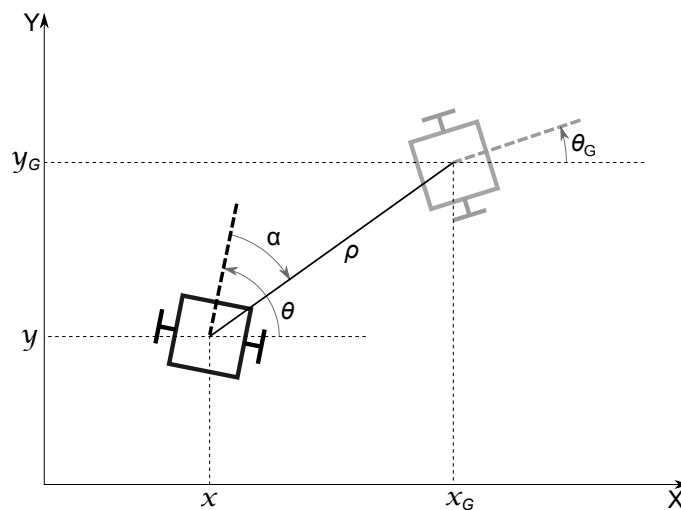

FIGURE 1 – Contrôle d'un unicycle vers une pose.
Dans ce premier exercice, vous devez écrire un contrôleur PID qui guide un unicycle vers une pose fixée (figure 1). Le modèle unicycle a une vitesse de translation limitée ( $\|v\| < 1m.s^{-1}$ ) et une vitesse de rotation limitée ( $\|\omega\| < \pi rad.s^{-1}$ ). De plus l'accélération est elle aussi limitée ( $\|\frac{dv}{dt}\| < 10m.s^{-2}$  et  $\|\frac{d\omega}{dt}\| < 10rad.s^{-2}$ ).
- Loin du but ( $\rho > 0.05$ ), le contrôleur utilisera les variables  $\rho$  et  $\alpha$  illustrée dans la figure 1 pour calculer les vitesses de translation et de rotation :